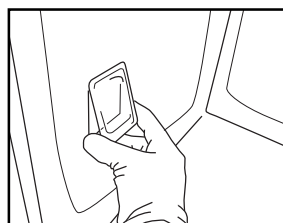

Fig. 9
5. Réinstallez le capot de l'ampoule en le poussant contre la paroi, de façon à l'accrocher correctement (Fig. 9)